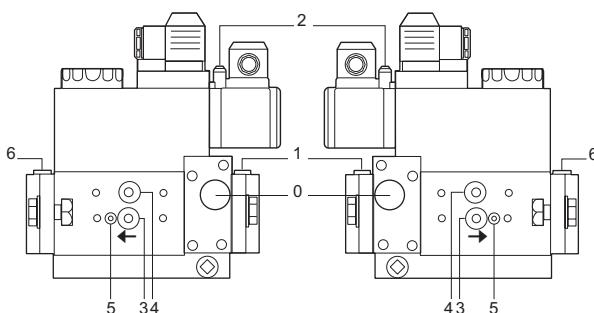
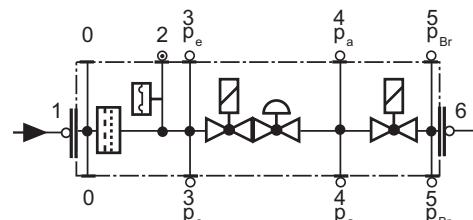

Fig. 16
Fig. 17
- Schimbati filtrul daca diferența de presiune dintre prizele 1 si 3 (Fig. 16-Fig. 17) este $\Delta p > 10$ mbar.
- Schimbati filtrul daca diferența de presiune dintre prizele 1 si 3 (Fig. 16-Fig. 17) este de doua ori mai mare comparata cu cea de la ultima verificare .